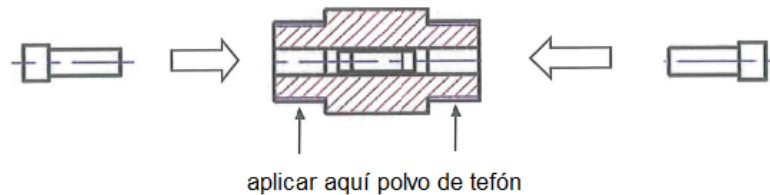

Figura4. Instalación de los pistones.
7. Coloca en los laterales del cilindro central los dos pistones (ver Figura4).
8. Aplicar con un palillo una fina capa de polvo de teflón en el cilindro central como se muestra en la Figura4. El polvo de teflón permite que la pieza de sujeción del pistón se ajuste al cilindro central. Colocar las piezas de sujeción del pistón.